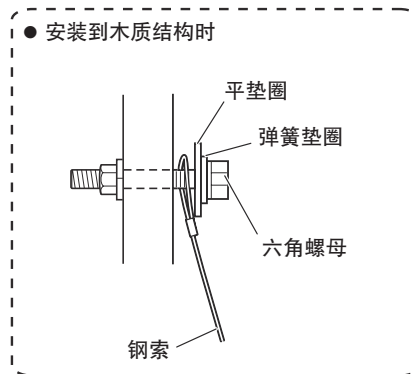

图 4
- 当安装到木质结构时，则将钢索一端上的环穿过安装好的吊装螺栓，然后牢牢固定到墙壁上。( 图 4 )